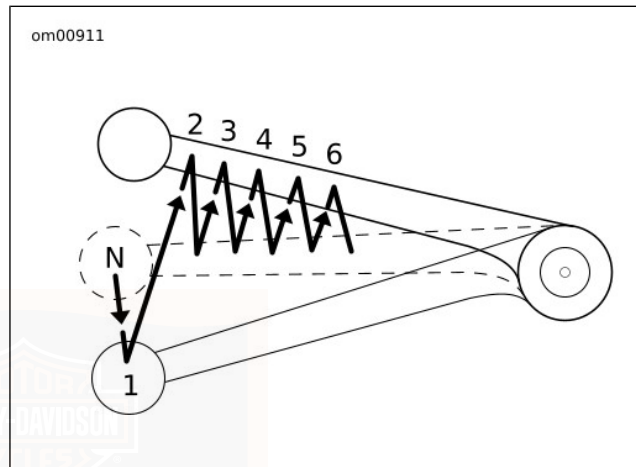

Figure 24. Séquence de changement de vitesse : Passage en vitesse supérieure
3. Voir Figure 24. Relever à fond le levier de sélection de vitesses et relâcher.